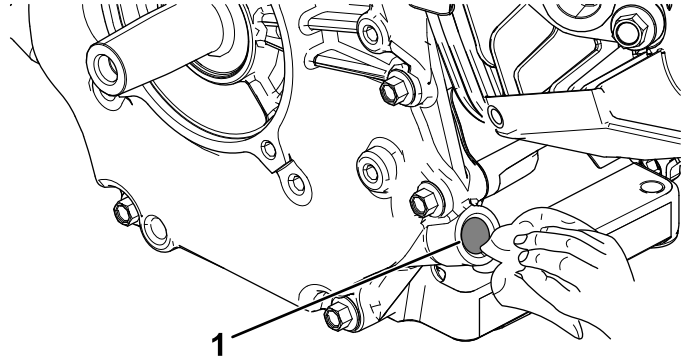

Figure 7
3. Nettoyez soigneusement l'ouverture à l'emplacement d'installation du tube de jauge (Figure 7).